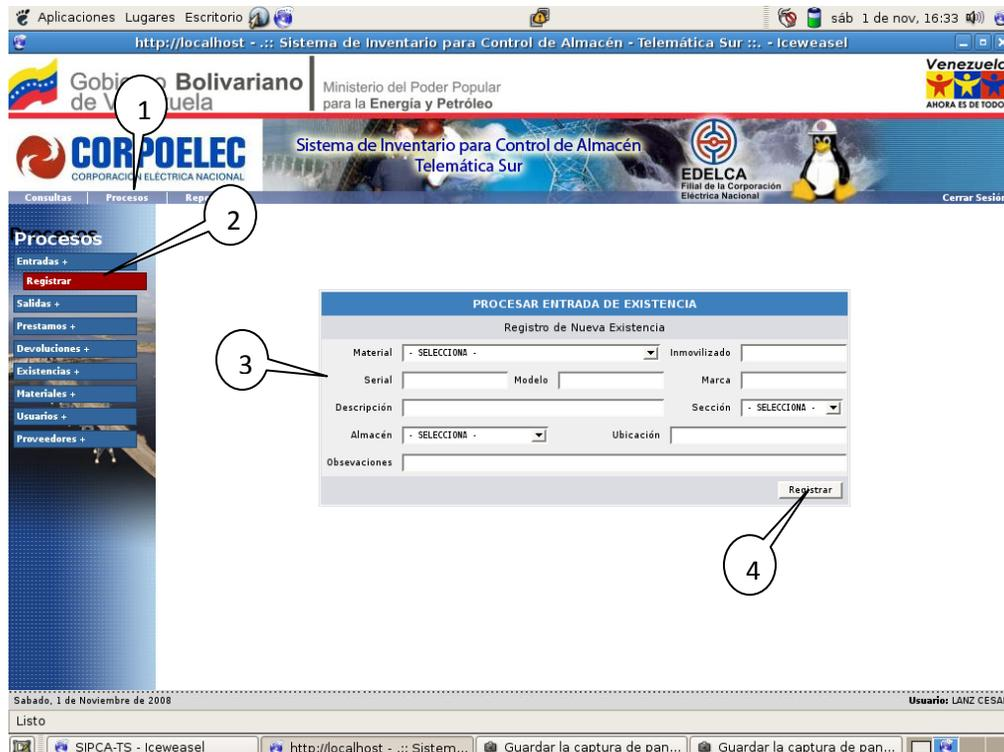

Figura 5.1. Registro de Entrada de Existencia.
introducido correctamente todos los datos y presionado el botón registrar (4), el sistema preguntara que si está seguro de registrar este procedimiento como medida de seguridad, y después mostrara un mensaje de confirmación donde nos dirá si este proceso se ejecuto ó no de forma satisfactoria. Este método de pregunta y confirmación se realiza en toda el modulo de “Procesos” del sistema. Ver figura 5.1.